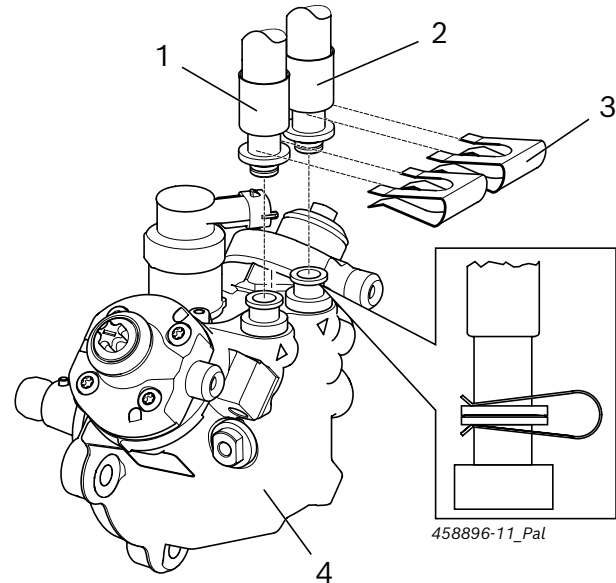

Fig. 3: CP4.2 con sistema de inserción
! Utilizar los tubos flexibles específicos de la bomba para la conexión de aceite de ensayo de la bomba de rail común del tipo CP4. Con las grapas de sujeción 1 685 200 116 (fig. 3, pos. 3) se fijan los tubos flexibles a la bomba de rail común del tipo CP4. Los tubos flexibles y la grapa de sujeción son parte del volumen de suministro del juego de piezas 1 687 016 125.
1. Conectar el tubo flexible (alimentación de aceite de ensayo) (fig. 3, pos. 1) en la conexión de alimentación de la bomba de rail común del tipo CP4.
2. Conectar el tubo flexible (retorno de aceite de ensayo) (fig. 3, pos. 2) a la conexión de retorno de aceite de ensayo de la bomba de rail común del tipo CP4.
3. Fijar ambos tubos flexibles a las conexiones de la bomba de rail común del tipo CP4 con las grapas de sujeción (fig. 3, pos. 3).